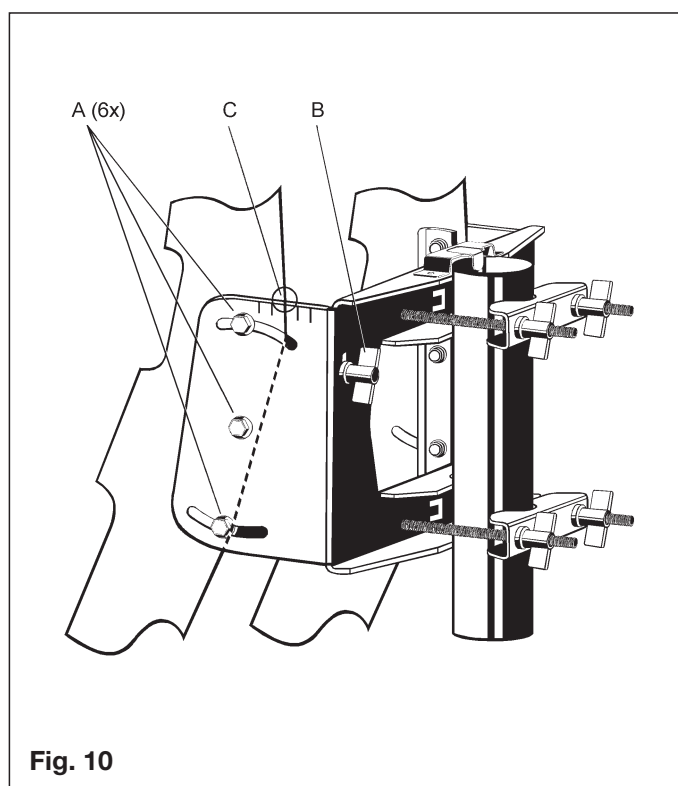

Fig. 10
7. Centraggio dell'antenna (fig. 10)